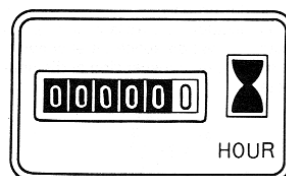

Fig. 2.4 Horámetro
- Sólo opera cuando el interruptor de arranque está accionado. Este indica el número total de horas de operación del vehículo. (Ver Fig. 2.4)